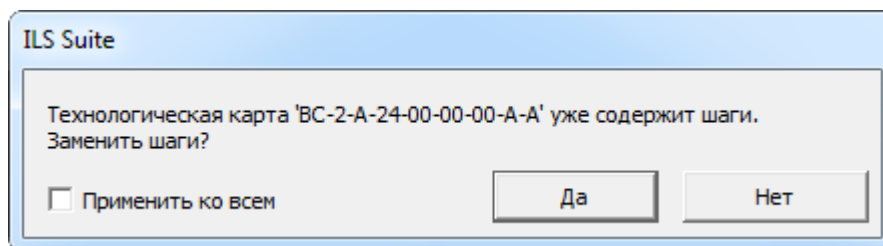

Рис. 12-95 – Диалоговое окно при наличии шагов технологии выполнения в существующей в БД ТК
5) Если загружаемая ТК уже имеется в базе данных и включает технологию выполнения, откроется диалоговое окно, приведенное на рис. 12-95. Нажать кнопку «Да» для замены имеющихся в ТК данных загружаемыми данными. Нажать кнопку «Нет», если нужно сохранить без изменений исходные данные по технологии выполнения ТК. Установите